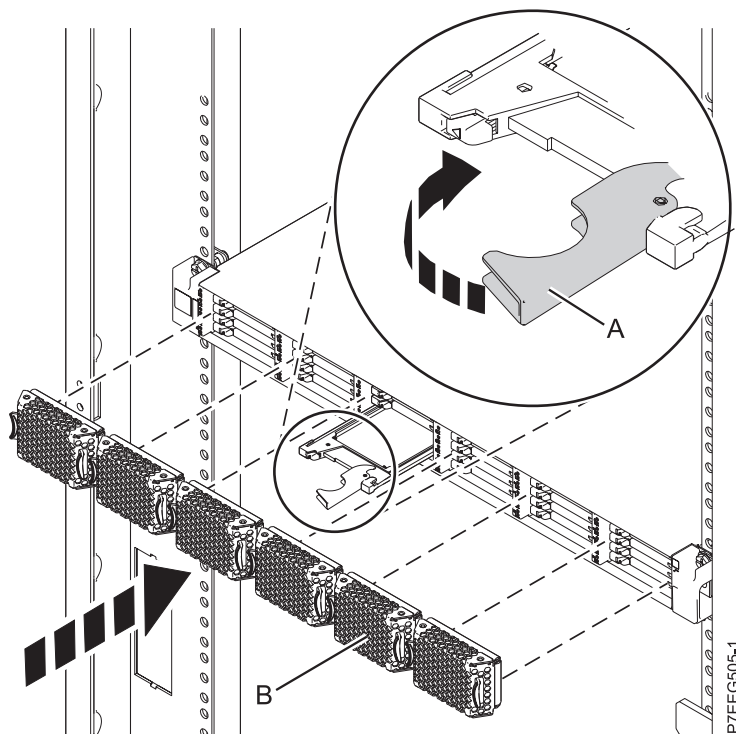

Figure 23. Remplacement d'une unité SSD dans l'armoire de stockage PCIe ED/R1.
4. Lorsque le voyant d'identification de l'unité SSD reste fixe, faites glisser complètement l'unité SSD dans l'armoire de stockage PCIe ED/R1 jusqu'à ce qu'il soit complètement encastré. Puis tournez la poignée (A) pour la mettre en position verrouillée. Pour plus d'informations, voir figure 23.
6. Installez le panneau (B).